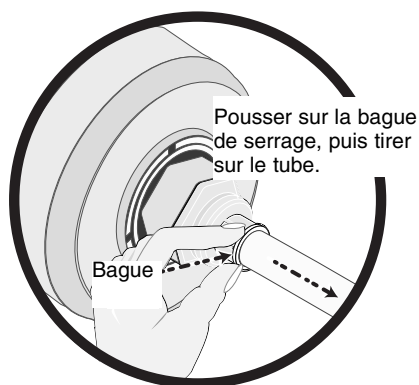

Figure 8
23. Brancher le tube en poly bleu de 1/4 de pouce sortant de la tige du robinet sur l'orifice « OUT » de la cuve du filtre. **NOTA** : Si l'on doit débrancher la conduite d'eau du raccord, il suffit tout simplement de pousser et de tirer doucement sur le tube en poly pour le sortir du raccord. Se reporter à la Figure 8.